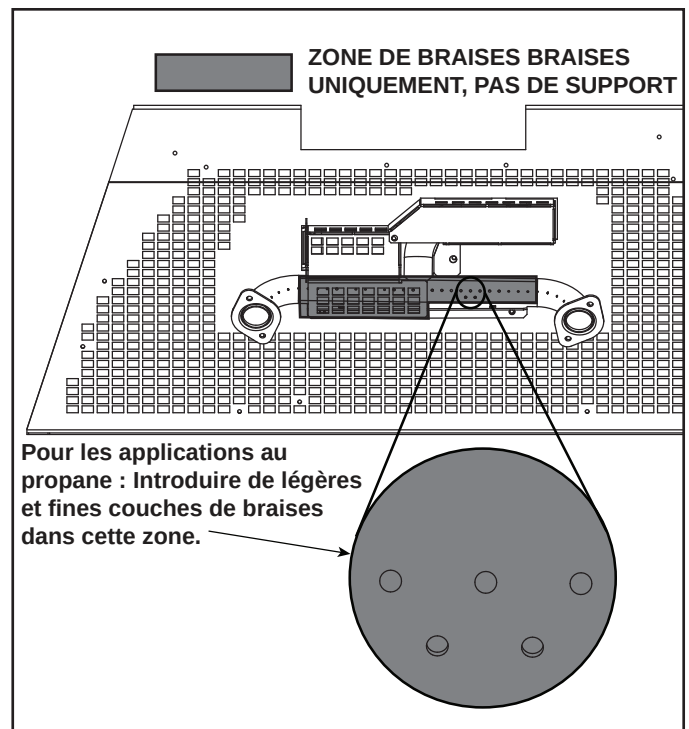

Figure 19 Zone de braises
- Placez des braises de la taille d'une pièce de dix cents dans la zone de braises comme indiqué dans la figure 19. Les braises doivent être placées sans serrer sur les orifices et la protection de la veilleuse. Ne pas envoyer les braises vers le bas ou dans les trous. Disposez en une seule couche ne dépassant pas une épaisseur de 6 mm (1/4 po).
AVIS : Pour les applications au propane, les braises doivent être appliquées en couche mince et légère dans la partie de la zone indiquée à la figure 19.